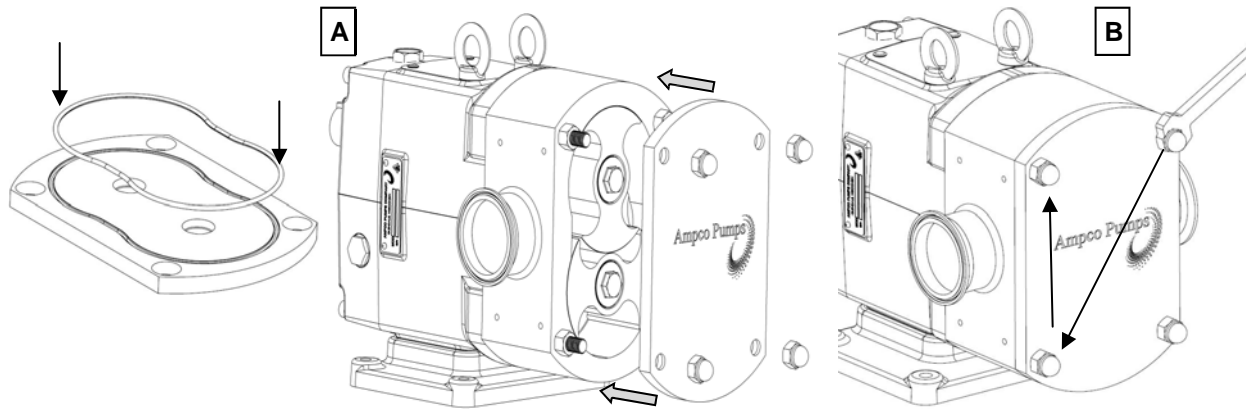
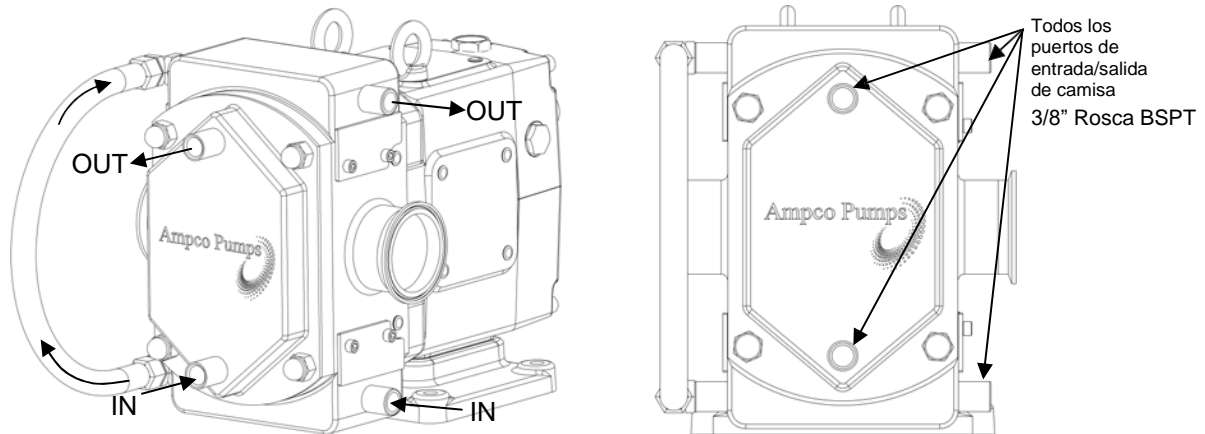

Figura 63: Instalación de cubierta
Figura 65: Cubierta encamisada
3) Instale la nueva junta tórica de la cubierta y deslice la cubierta sobre los postes (Figura 63, A). Inspeccione visualmente para asegurarse de que la junta tórica de la cubierta permanezca en su lugar. Con una llave apropiada, enrosque las tuercas de la cubierta en los postes y apriételas de manera opuesta como en la Figura 65, de modo que la cubierta quede uniformemente ajustada al cuerpo.
La opción de cubierta y carcasa encamisada (Figura 65) permite que el fluido de calefacción o enfriamiento circule por el extremo de fluido de la bomba para adaptarse a las demandas de ciertos productos. Este fluido (medio) puede precalentar o enfriar el producto y mantener la temperatura durante la operación y las paradas cortas. La cubierta encamisada no es un intercambiador de calor y no está diseñada para controlar principalmente la temperatura del producto. Contacte a Ampco Pumps para obtener información de reemplazos.